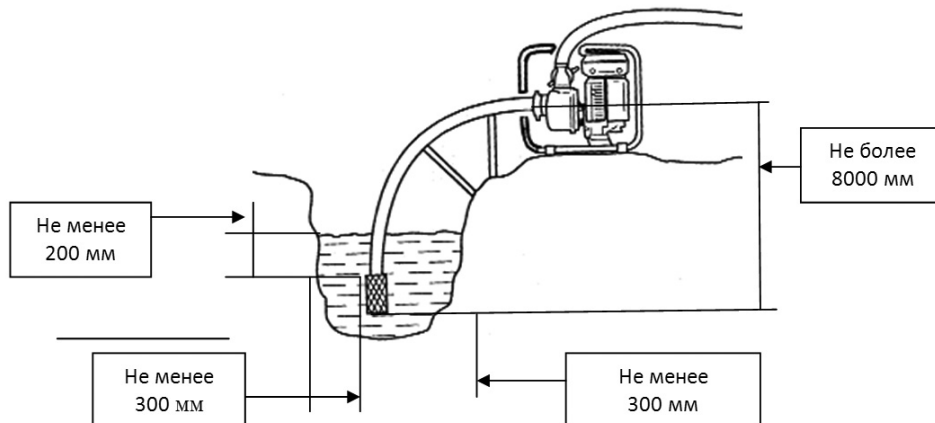

Рис.12
1. Установите мотопомпу вблизи водоема (емкости) на твердую ровную горизонтальную поверхность, опустите фильтр всасывающего рукава в водоем (емкость), обеспечив вертикальное положение фильтра. При установке фильтра соблюдайте все необходимые расстояния, как показано на Рис. 12.